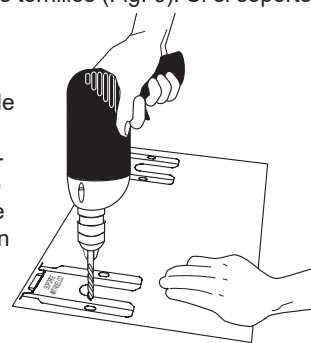

Fig. 6
- b. **Taladre los agujeros y fije el soporte** - Taladre un agujero piloto de 1/8" donde se instalarán los tornillos (Fig. 6). Si el soporte se instala en la pared, realice un orificio de guía en un ángulo aproximado de 20° hacia abajo. Si el soporte se instala en piso de mampostería o cerámica, debe realizar un orificio guía con el taladro de 3/16" y 1-3/4" (4,45 cm) de profundidad. Los tornillos que se suministran pueden usarse en madera o concreto. Para fijar el soporte, utilice un destornillador de tuercas de 5/16" o un destornillador para tornillos de cabeza plana.